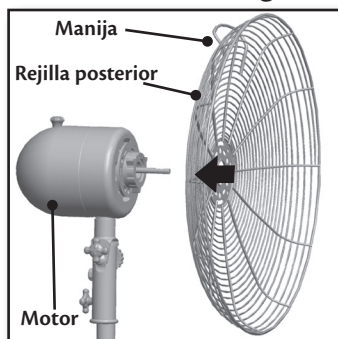

Figura 10
2. Coloque la parrilla posterior contra la caja del motor, Figura 10, y alinee los dos pestañas negras en la parte frontal de la caja del motor.